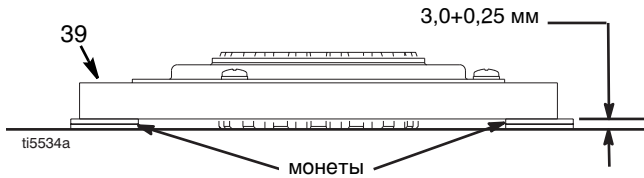

Рис. 8
1. Рис. 8. Разместите две стопки из двух мелких монет каждая на ровной поверхности верстака.
2. Уложите якорь (39) на две стопки из монет.